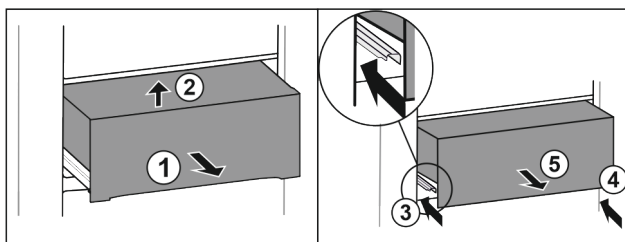

Fig. 30
- ▶ Витягніть ящик на половину Fig. 30 (1).
- ▶ Підняти вперед Fig. 30 (2).
- ▶ Вставити ліву рейку Fig. 30 (3).
- ▶ Вставити праву рейку Fig. 30 (4).
- ▶ Вийняти висувний ящик рухом вперед Fig. 30 (5).